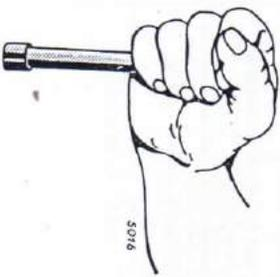

Fig. 40
1. Placer les vis en utilisant la clé à douille sans y mettre la broche et les serrer en croix, alternativement et uniformément — Figure 40 —.